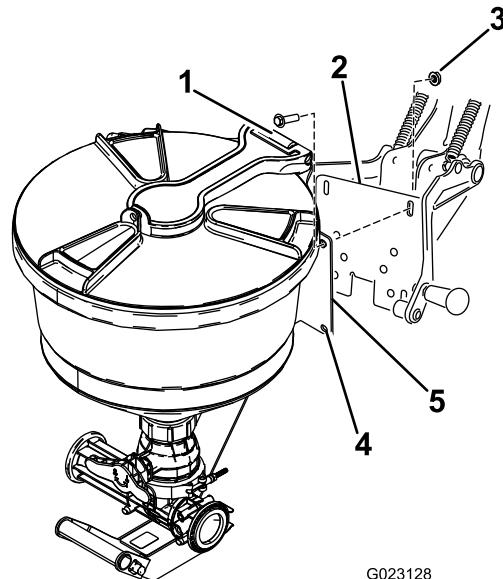

図 22
1. エダクタ取り付けプレートの穴を、クレードルサポートフレームのスロットに合わせる 図 22。